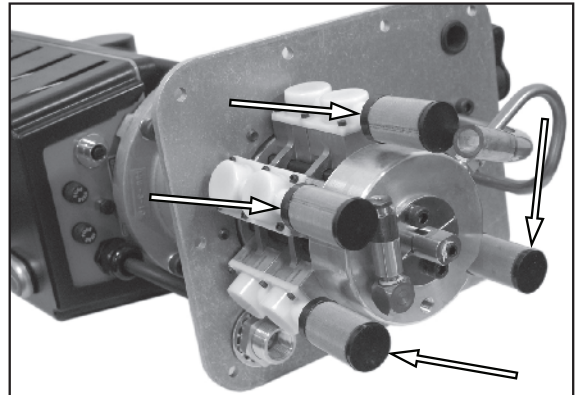

Figura 6.
12. Veja a Figura 6. Substitua os filtros de sucção da entrada. (4)